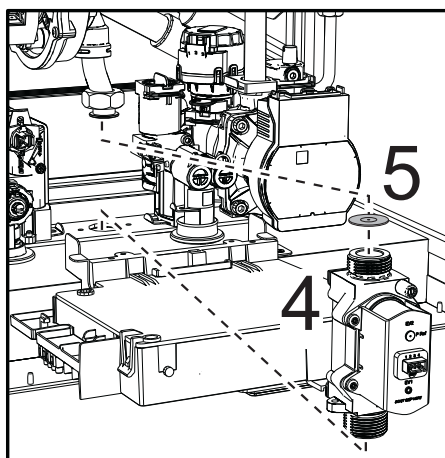

fig. 45
- Extraiga la válvula del gas "4" y el diafragma de gas "5" (fig. 45).